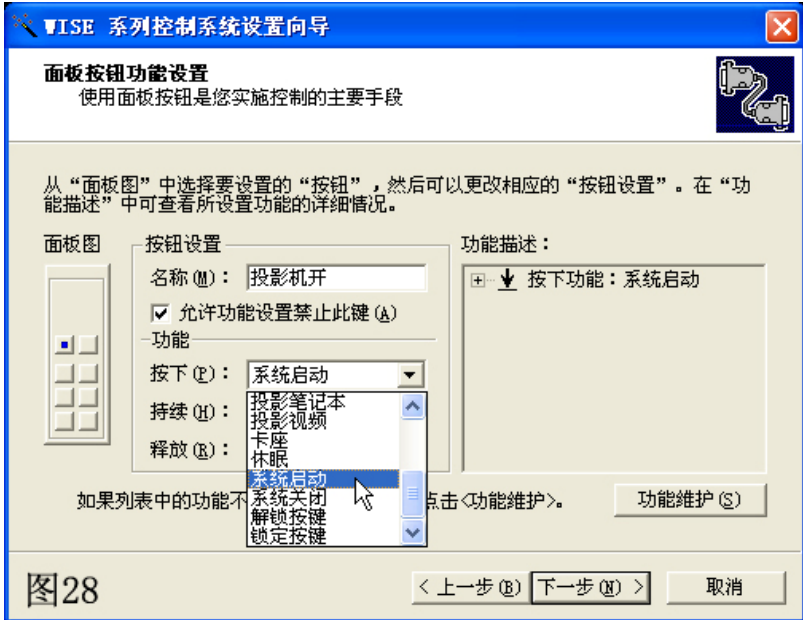

图28
2) 修改按键功能，将“投影机开”按键“按下”功能改为“系统启动”如图 28